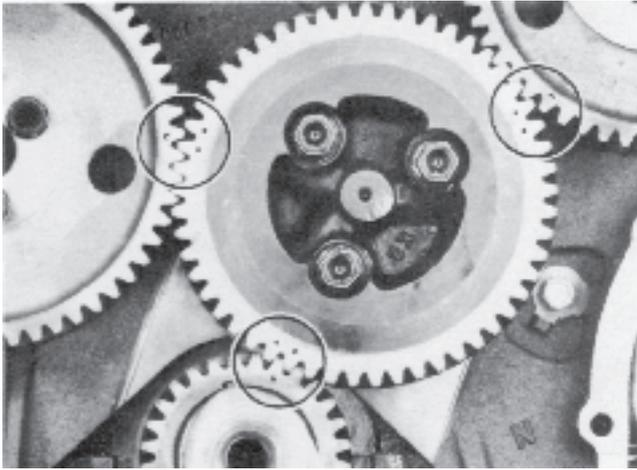

Fig. 88. Pignons de distribution, calage de base
3. Faire tourner le moteur jusqu'à ce que le piston pour le cylindre N° 1 se trouve au point mort haut (0° sur le volant). Vérifier que les repérages sur les pignons de distribution coïncident (figure 88).